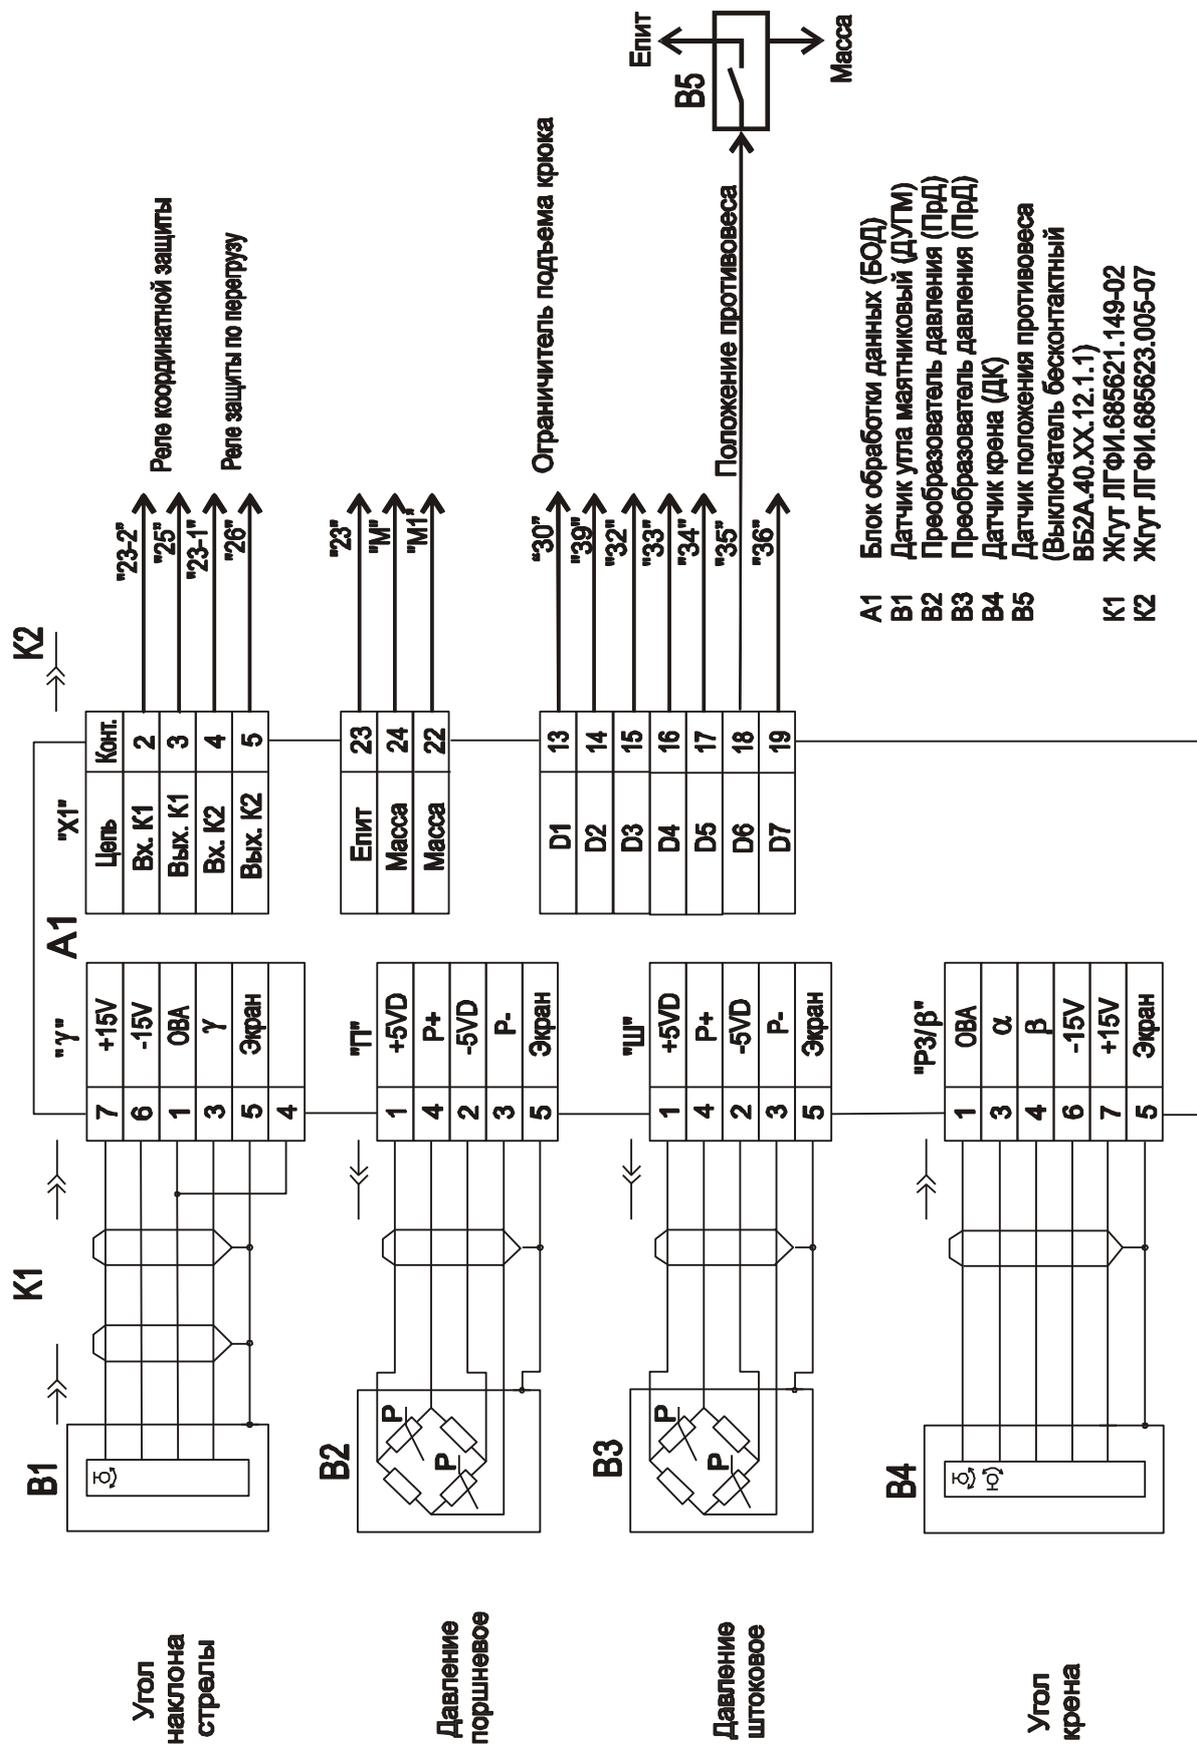

Рисунок 2 - Схема подключения составных частей ОНК-140-72 на кране
1.4.2 ОМК подключается к системе управления крана (см. рисунок 2) посредством разъемов: через разъем X1 БОД проходят цепи управления исполнительными механизмами, цепи питания изделия, сигналы с концевых выключателей, связанных с ручками управления крана; датчики подключаются к прибору через индивидуальные разъемы.